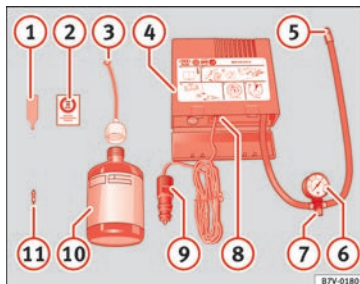

Abb. 188 Prinzipdarstellung: Bestandteile des Pannensets
Das Pannenset befindet sich im Gepäckraum unter dem Bodenbelag. Es besteht aus folgenden Bestandteilen » Abb. 188:
Den Reifenfüllschlauch »» Abb. 188 ⑤ wieder anschließen und den Reifenfülldruck an der Reifenfülldruckanzeige ⑥ ablesen.